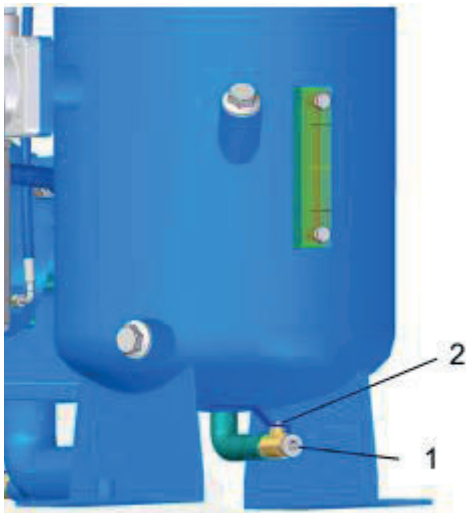

Рис. 34: Отверстие для слива охлаждающей жидкости
5. ➔ Аккуратно выкрутите резьбовую пробку (Рис. 34/1).
6. Аккуратно откройте слив хладагента (Рис. 34/2) и проверьте вытекающую жидкость.
8. Закройте слив (Рис. 34/2).
9. Снова закрутите резьбовую пробку (Рис. 34/1).